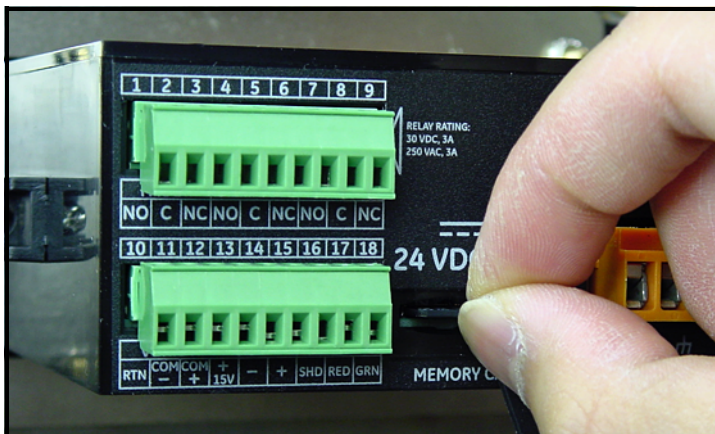

Figure 52: Retrait de la carte MicroSD
5. Une fois la carte MicroSD partiellement éjectée, retirez-la du châssis **dew.IQ** (voir *Figure 52* ci-dessous).